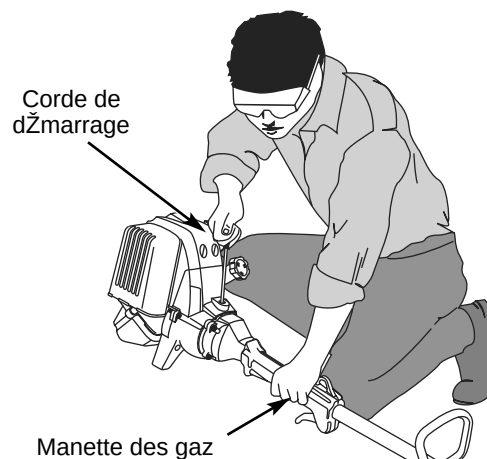

Fig. 8
6. Levez-vous en position de d  marrage (Fig. 8) et appuyez sur la manette des gaz. Tirez s  chement sur le cordon de d  marrage jusqu'   5 fois.